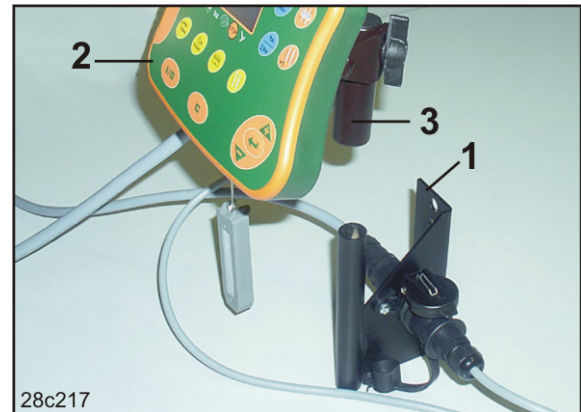

Fig. 11
1. Skruva fast konsolen (Fig. 11/1) vibrationsfritt och elektriskt ledande till höger om föraren i traktorhytten inom syn- och räckhåll från terminalen (Fig. 11/2).
2. Sätt ditt hållaren (Fig. 11/3) på terminalen.